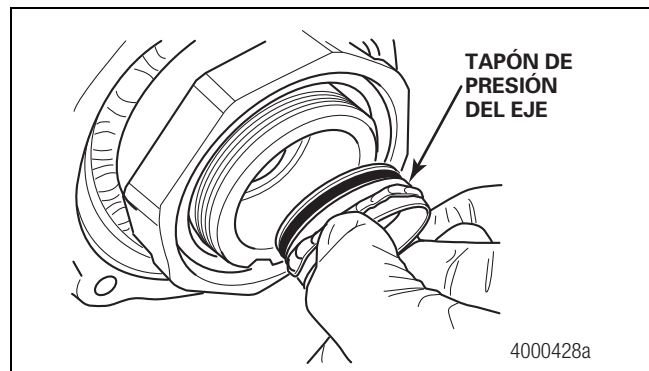

Figura 2.21
16. Introduzca con la mano el tapón de presión del eje en la superficie interior de la espiga hasta que el tapón se detenga en la superficie interior. Figura 2.21.